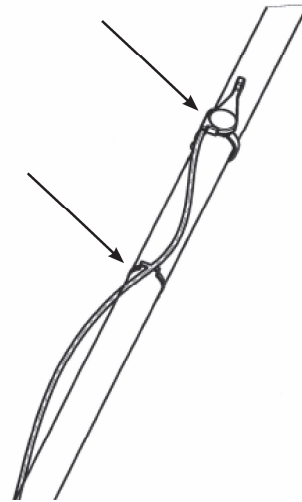

Fig. 4
8. Fäst gaskabel längs skaftet med klämmorna (fig. 4).